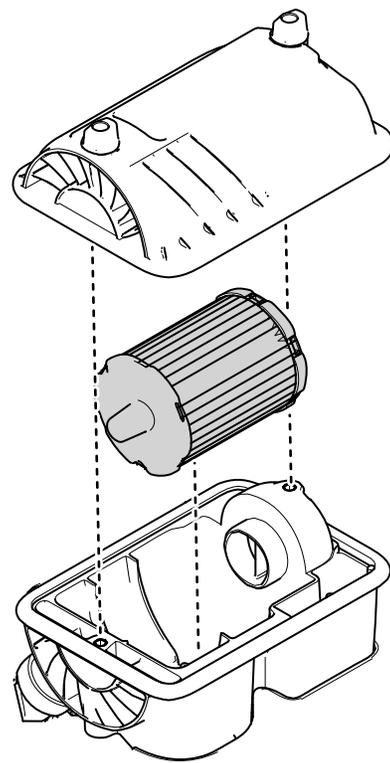

Figura 28
1. Extraiga con cuidado el elemento del limpiador de aire de la carcasa del limpiador de aire (Figura 28).
4. Instale la tapa del limpiador de aire (Figura 28).